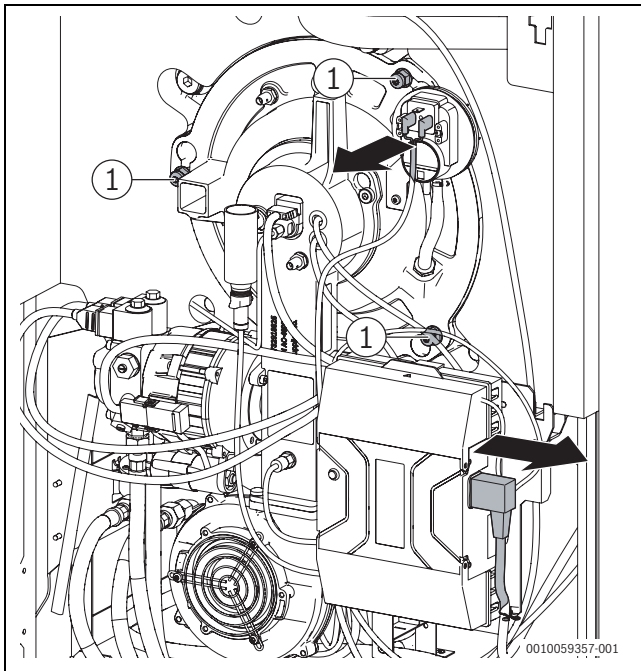

Bild 74 Muttern am Brenner
- ▶ 3 Muttern an der Bajonettbefestigung (→ Bild 74) am Brennerflansch lösen.